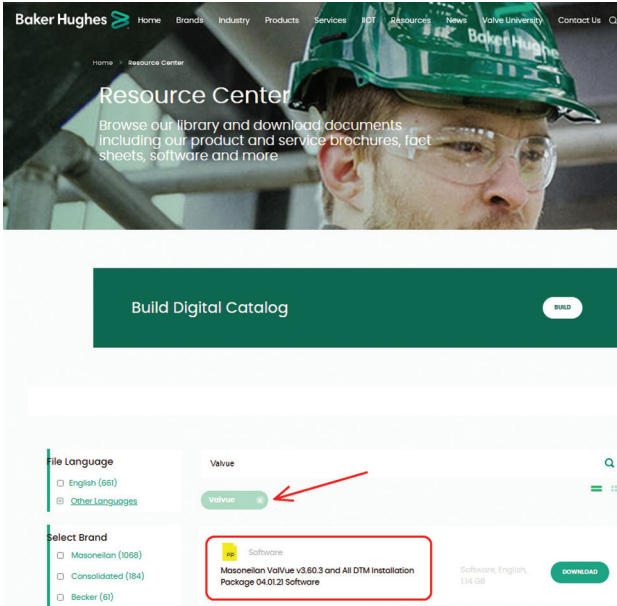

Figura 25 - Centro de descargas: Busque ValVue
1. Vaya a la Biblioteca de recursos (<https://valves.bakerhughes.com/resource-center>) e ingrese ValVue en el campo de búsqueda (flecha en la Figura 25).
Aparecen los resultados en el (recuadro rojo en la Figura 25).